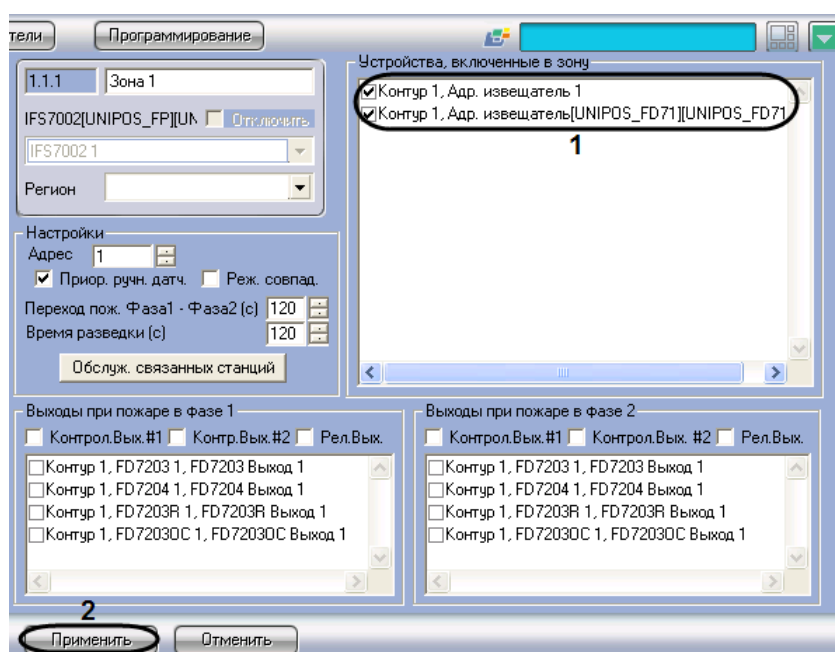

Рис. 3.7-5 Включение устройств в пожароизвещательную зону
1. Перейти на панель настройки объекта **Зона** (Рис. 3.7-5).
2. В группе **Устройства, включенные в зону** установить флажки напротив требуемых адресных извещателей (см. Рис. 3.7-5, 1).
3. Для сохранения настроек во внутренней базе данных Сервера *Интеллект* нажать кнопку **Применить** (см. Рис. 3.7-5, 2).